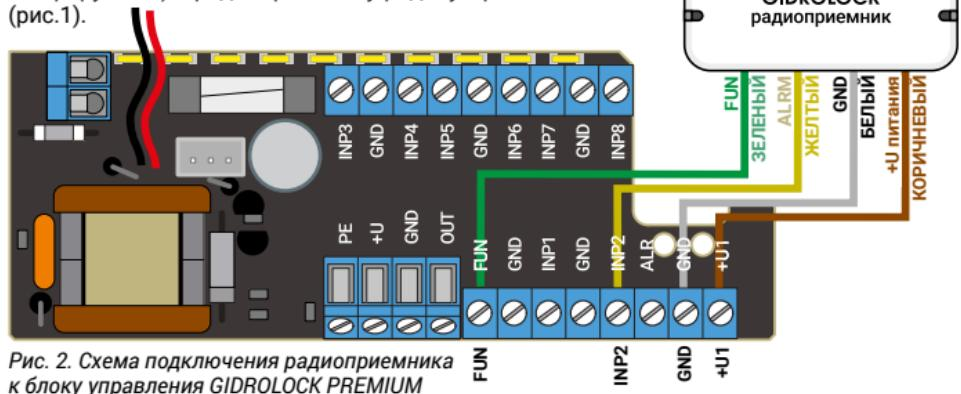

Рис. 2. Схема подключения радиоприемника GIDROLOCK PREMIUM
- к блоку управления GIDROLOCK PREMIUM – рис. 2;